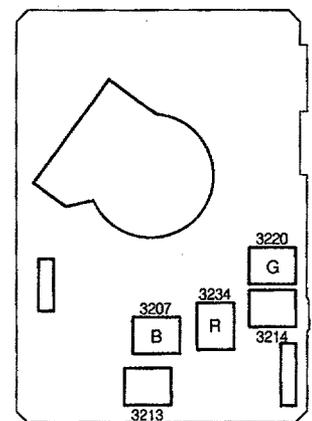

Fig. 9
2. Reglages sur la platine TRC (Fig. 9)